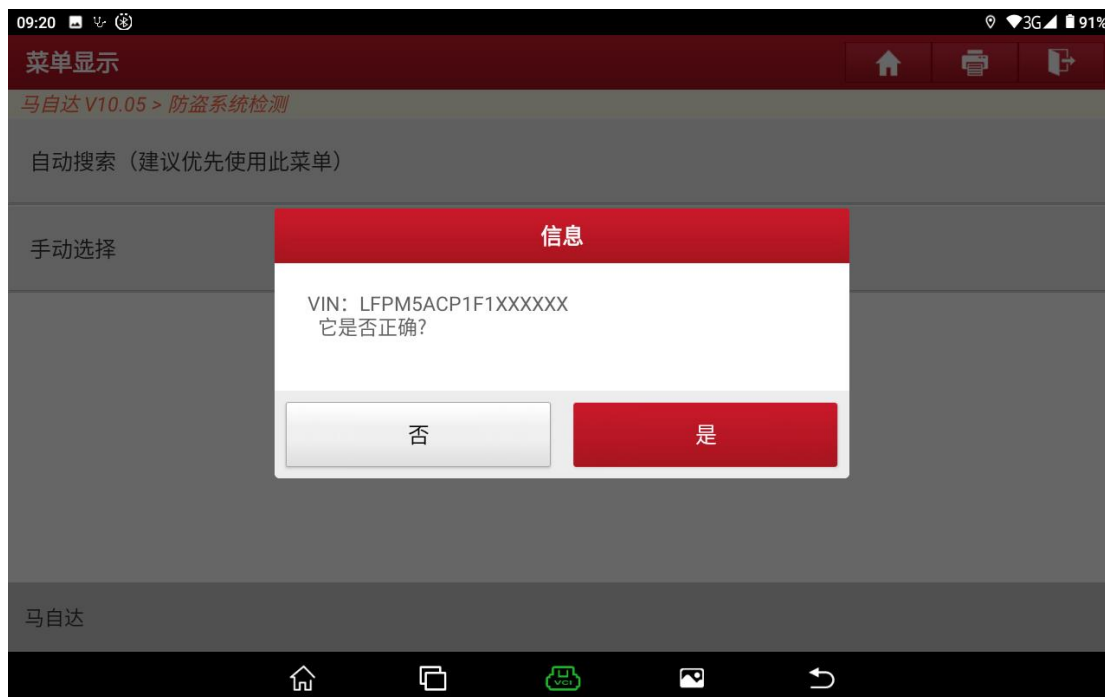

图 C5
3. 选择确认车辆 VIN 码是否正确，“否”需要手动输入正确的 VIN 码，“是”则下一步（图 C5）；